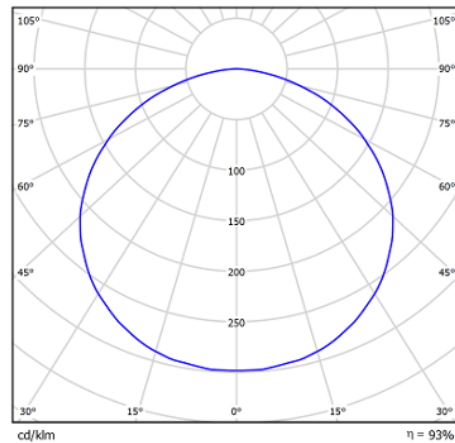

Рисунок 2. КСС типа Д (косинусная)
5.2.1. Для установки светильника необходимо отсоединить торцевую крышку и аккуратно снять рассеиватель. Надежно закрепить на ровной поверхности корпус светильника при помощи креплений (не входят в комплект поставки), габариты для монтажа см. рисунок 2.